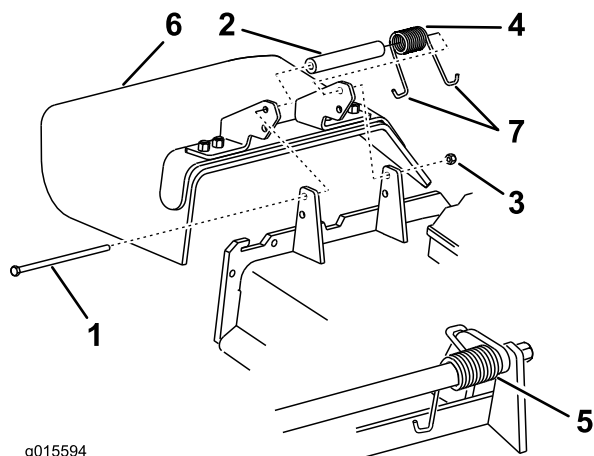

Figura 85
1. Îndepărtați contrapiulița, urubul, arcul și distanțierul care fixează deflectorul pe suporturile pivotante (Figura 85).
2. Îndepărtați deflectorul pentru iarba deteriorat sau uzat (Figura 85).
Notă: Asigurați-vă că ai montat capătul în formă de J în spatele marginii punii, înainte de a monta urubul conform Figura 85.
6. Amplasati capătul în formă de J al arcului în jurul deflectorului pentru iarba (Figura 85).